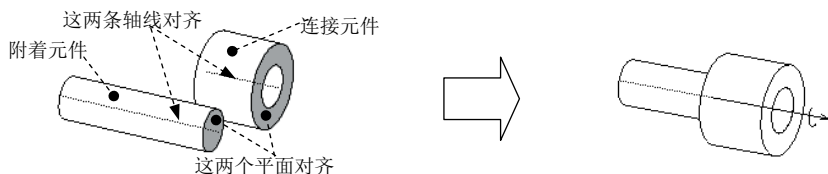

图 13.2.2 销钉 (Pin) 接头
(1) 在操控板的约束集列表选取  销钉 选项，此时系统弹出“元件放置”操控板。。
(2) 单击操控板中的 **放置** 按钮，在弹出的界面中可看到，销钉连接包含两个预定义的约束：“轴对齐”和“平移”。
(3) 为“轴对齐”约束选取参考。选取图 13.2.2 所示的两条轴线（元件 MECH_PIN.PRT 和 MECH_CYLINDER.PRT 的中心轴线）。
(4) 为“平移”约束选取参考。选取图 13.2.2 所示的两个平面（元件 MECH_PIN.PRT 和 MECH_CYLINDER.PRT 的端面）以将其对齐，从而限制连接元件沿轴线平移。